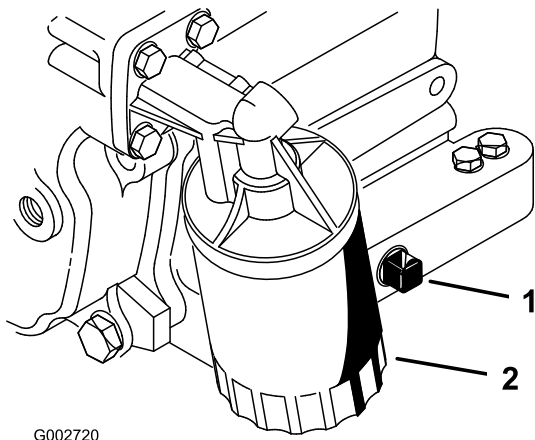

Figura 26
2. Togliete il tappo di spurgo (Figura 26) e lasciate defluire l'olio in una bacinella. Quando l'olio cessa di defluire, rimontate il tappo.